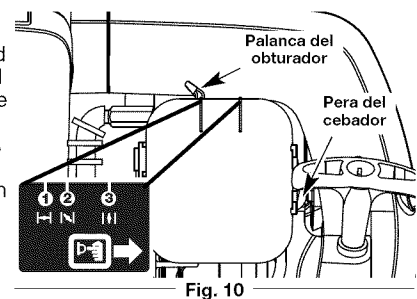
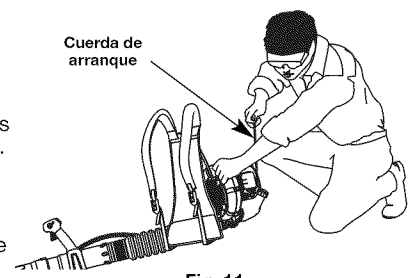

Fig. 10
Fig. 11
**ADVERTENCIA:** Evite los arranques accidentales. Colóquese en posición de inicio cuando tire de la cuerda de arranque (Fig. 11). El operador y la unidad deben estar en una posición estable al arrancar la unidad para evitar graves lesiones personales. Para evitar lesiones personales graves, asegúrese de que los tubos de la sopladora estén colocados antes de hacer funcionar la unidad.
3. Oprima lentamente y libere la pera del cebador **10** veces. Deberá verse alguna cantidad de combustible en la pera del cebador (Fig. 10). Si no puede ver combustible en la pera, oprima y suelte la pera tantas veces como sea necesario hasta que vea combustible en la misma.
4. Coloque la palanca del obturador en la **Posición 1** (Fig. 10).
6. Agáchese en la posición de salida (Fig. 11). Tire de la cuerda del arrancador **5** veces en un movimiento controlado.
7. Coloque la palanca del obturador en la **Posición 2** (Fig. 10).
10. Mientras que continúa manteniendo el disparador de la válvula reguladora la posición **RÁPIDA**, coloque la palanca de la estrangulación en la **Posición 3** y continúe calentando la unidad para los 60 segundos adicionales (Fig. 10). Se puede usar la unidad durante este tiempo.
**SI...** el motor funciona con fallas, vuelva a colocar la palanca del obturador en la **Posición 2** (Fig. 10) y continúe calentando el motor.
**SI...** el motor no arranca después de dos intentos, coloque la palanca del obturador en la **Posición 3** (Fig. 10) y oprima el control de crucero hacia abajo. Tire de la cuerda de arranque fuertemente de **3 a 8** veces. El motor debe arrancar. Si no lo hace, repita el procedimiento.
**SI ESTÁ CALIENTE...** Si el motor es ya caliente, comience la unidad con la palanca de la estrangulación en la **Posición 2** (Fig. 10). Después de que la unidad comience, mueva la palanca de la estrangulación para **Posición 3** (Fig. 10).
6. Agáchese en la posición de salida (Fig. 11). Coloque el arrancador de potencia eléctrico o el accesorio arrancador de potencia para taladro en la parte posterior de la unidad. Consulte la sección de *Operación* del arrancador de potencia eléctrico o accesorio arrancador de potencia para taladro del operador manual.
7. Apriete y mantenga apretado el **ENCENDIDO (I)** botón del arrancador de potencia eléctrico o el taladro equipado accesorio arrancador de potencia para taladro durante 2 segundos.
8. Coloque la palanca del obturador en la **Posición 2** (Fig. 10).
9. Apriete y mantenga apretado el **ENCENDIDO (I)** botón del arrancador de potencia eléctrico o el taladro equipado accesorio arrancador de potencia para taladro en intervalos de no más de 2 segundos cada hasta que la unidad arranque.
12. Mientras que continúa manteniendo el disparador de la válvula reguladora la posición RÁPIDA, coloque la palanca de la estrangulación en la **Posición 3** y continúe calentando la unidad para los 60 segundos adicionales (Fig. 10). Se puede usar la unidad durante este tiempo.
**SI...** el motor no arranca después de dos intentos, coloque la palanca del obturador en la **Posición 3** (Fig. 10) y oprima el control de crucero hacia abajo. A continuación, apriete y mantenga apretado el botón de **ENCENDIDO (I)** del arrancador de potencia eléctrico o taladro en intervalos de no más de 2 segundos cada hasta que la unidad arranque.